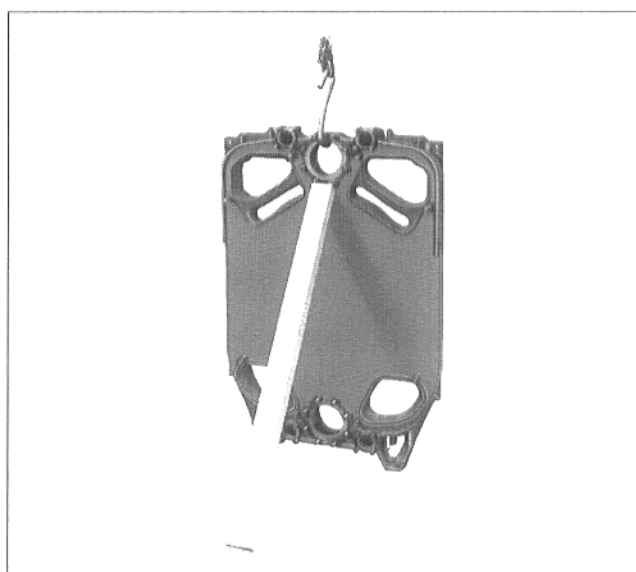

Fig. 9
- Positionner l'élément arrière, et le caler de façon à ce qu'il ne puisse pas basculer (Fig. 9).